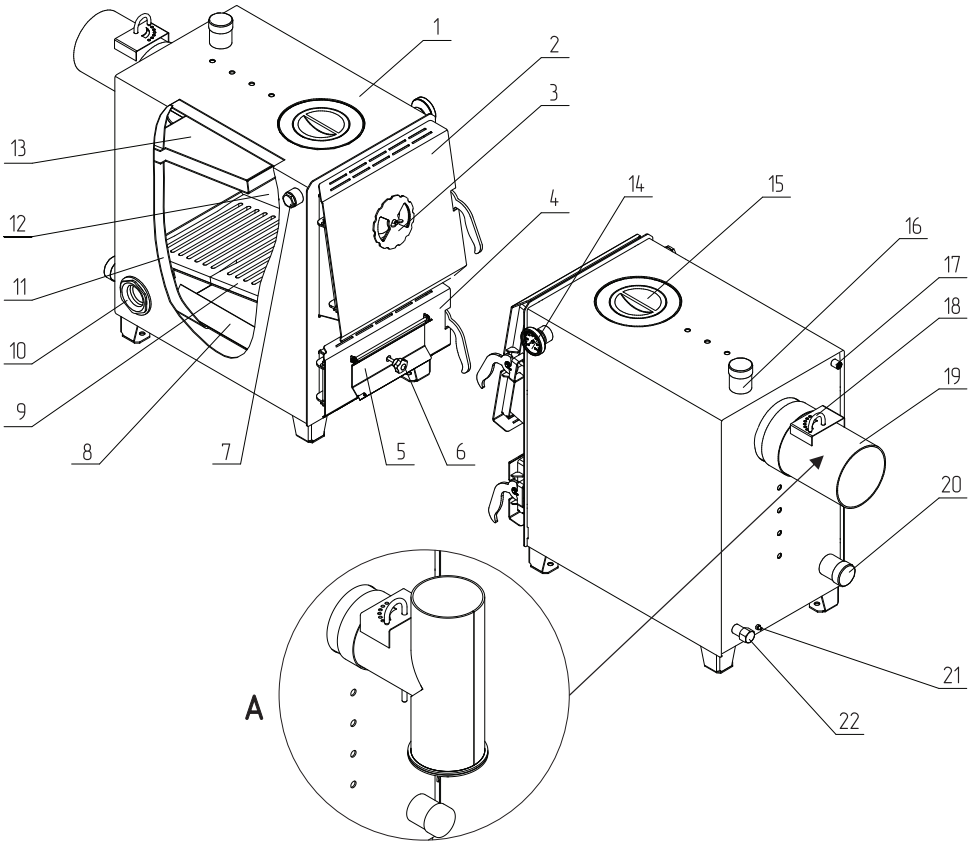

Рис.1 Устройство аппарата ZOTA Енисей
- Эксплуатировать аппарат без установленного зольного ящика (**Рис.1, поз.8**);